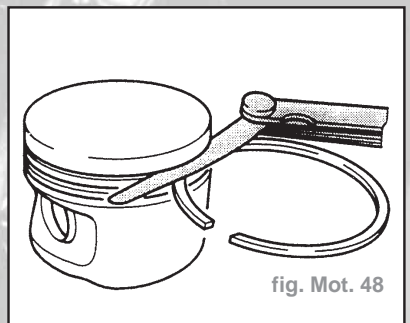

fig. Mot. 48
- Contrôler à l'aide d'un jeu de cales le jeu des segments dans leurs gorges respectives (fig. Mot. 48).